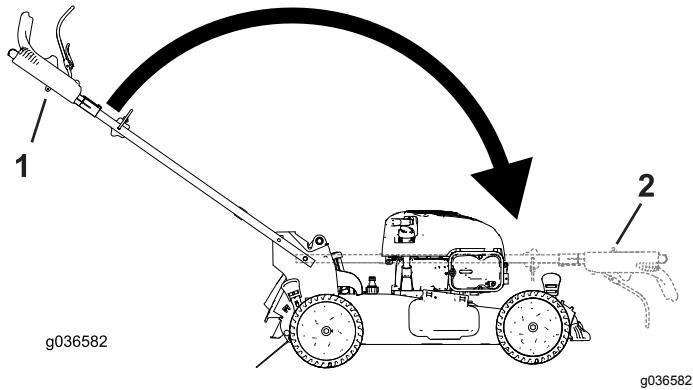

Bild 25
2. Klappen Sie den Holm zusammen, indem Sie ihn nach vorne drehen (Bild 25).